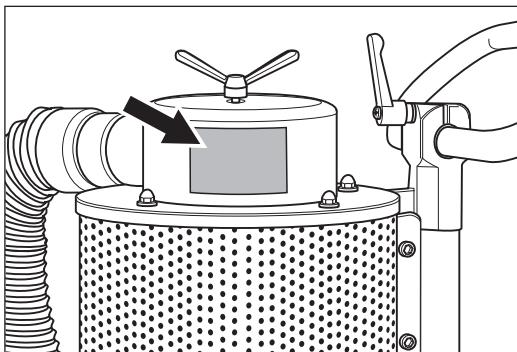

Abb. 46 Den Warnhinweis am Staubabscheider-Oberteil beachten!
- **Beachten Sie den Warnhinweis am Oberteil des Staubabscheiders (Abb. 46)!**